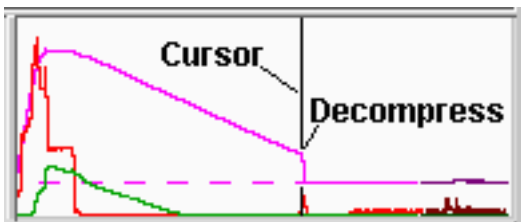

Abbildung 9. Beispiel eines Zyklusdiagramms mit eingestellter Dekomprimierung.
- Als Nächstes bei den Kurven für Einspritzdruck und Volumen den Cursor genau auf den Dekomprimierungspunkt setzen. Sofern eine Dekomprimierung eingestellt ist, sollte die Kurve so ähnlich wie in Abbildung 9 aussehen.